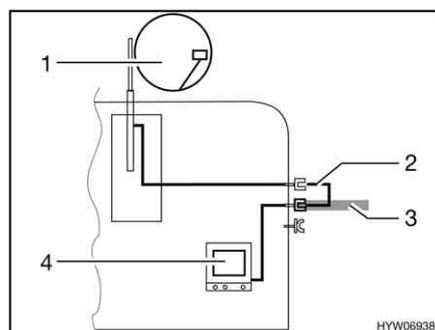

Fig. 186 TV dans le véhicule
- TV dans le véhicule (Fig. 186,4) : Raccord à l'antenne sur le toit (Fig. 186,1) avec câble d'alimentation (Fig. 186,2)
- TV dans le véhicule (Fig. 186,4) : Raccord à l'antenne extérieure (Fig. 186,3)